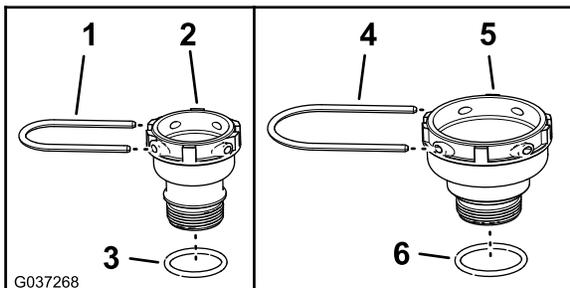

Figure 4
2. Placez le joint torique de 1 1/2" x 1-13/16" (38 x 46 mm) sur le raccord de 1/4" (31,8 mm), comme montré à la Figure 4.
3. Placez le joint torique (1 3/4" x 2-3/32" (45 x 53 mm)) sur le raccord de 1 1/2" (38,1 mm), comme montré à la Figure 4.